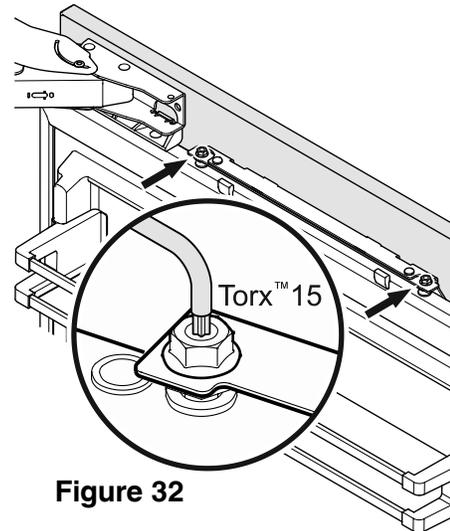

Figure 32
5. Au besoin, aligner le panneau dans sa position verticale. Desserrer les écrous hexagonaux et tourner les boulons d'ajustement (**Figure 32**).